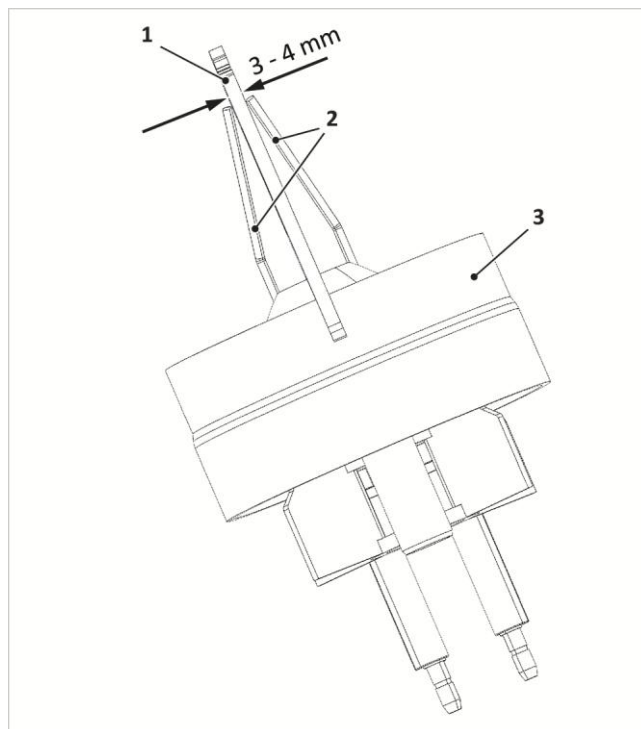

Fig. 151: Controllo della distanza degli elettrodi di accensione
- Distanza degli elettrodi come nella → fig. 151 controllare ed eventualmente correggere piegando con cautela.